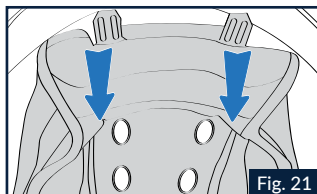

Fig. 21
3.1 Tire de la parte trasera del acolchado de confort hacia el interior del casco para desenganchar las lengüetas traseras izquierda y derecha del acolchado interior del borde trasero de la calota (Fig. 21).
4.3 Introduzca las lengüetas traseras derecha e izquierda del acolchado interior en los alojamientos correspondientes del borde de la calota (Fig. 21). Empuje las lengüetas hasta que queden completamente enganchadas al soporte.